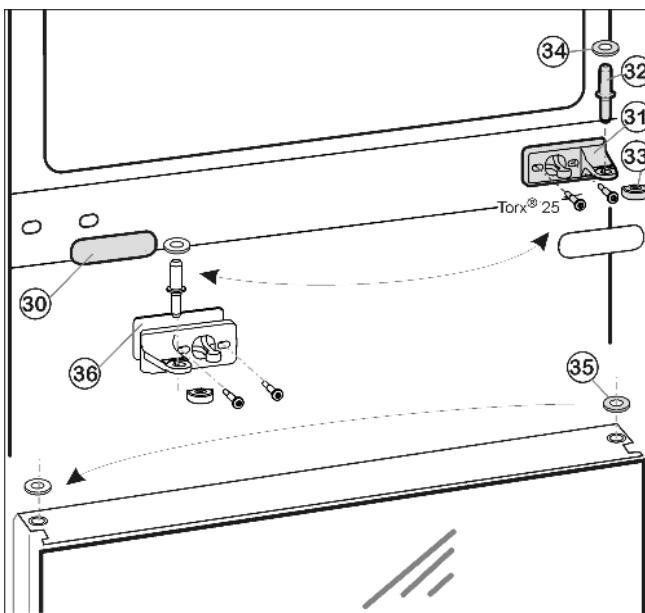
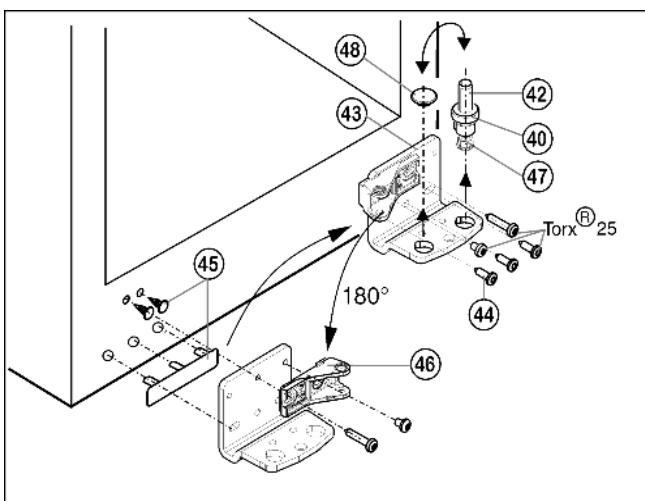

Fig. 11
Fig. 12
- ▶ Вытащите средний опорный палец Fig. 11 (32) с шайбой Fig. 11 (34) из опорного кронштейна и нижней дверцы.
- ▶ Снимите пластмассовый колпачок Fig. 11 (33).
- ▶ Открутите средний опорный кронштейн Fig. 11 (31) (2 шт. Torx® 25).
- ▶ Осторожно снимите накладку Fig. 11 (30).
- ▶ Прикрутите средний опорный кронштейн Fig. 11 (31) с подкладкой Fig. 11 (36) с поворотом на 180° на новую сторону шарнира **(с моментом 4 Нм)**.
- ▶ Защелкните накладку Fig. 11 (30), повернув на 180°, на стороне, где теперь будет ручка.
- ▶ Переустановите шайбу Fig. 11 (35) на двери.
- ▶ Извлеките опорный винт Fig. 12 (42) в комплекте с шайбой Fig. 12 (40) и регулируемой опорой Fig. 12 (47), вытягивая его вверх.
- ▶ Снимите пробку Fig. 12 (48).
- ▶ Открутите Fig. 12 (43) опорный кронштейн Fig. 12 (44).
- ▶ Осторожно снимите и переставьте на противоположную сторону крышку и заглушки со стороны ручки Fig. 12 (45).
- ▶ Снова прикрутите нижний опорный кронштейн Fig. 12 (43) на новой стороне шарнира **(с моментом 4 Нм)**. При необходимости используйте аккумуляторный шуруповерт.
- ▶ Открутите опорную деталь Fig. 12 (46) и снова прикрутите внутри с поворотом на 180°, завинтив длинные винты в удлиненные отверстия!
- ▶ Переставьте пробку Fig. 12 (48) в свободное отверстие.
- ▶ Вновь установите опорный винт Fig. 12 (42) с шайбой и регулируемой опорой. При этом фиксатор должен быть направлен назад.
- ▶ Установите дверцу сверху на нижний опорный палец Fig. 12 (42).
- ▶ Снова наденьте пластмассовый колпачок Fig. 11 (33) на средний опорный кронштейн Fig. 11 (31).
- ▶ Вставьте средний опорный палец Fig. 11 (32) на новую сторону шарнира через средний опорный кронштейн Fig. 11 (31) в нижнюю дверцу.
- ▶ Установите шайбу Fig. 11 (34) на средний опорный палец Fig. 11 (32).
- ▶ Установите верхнюю дверцу на средний опорный палец Fig. 11 (32).
- ▶ При необходимости выровняйте дверцы через продольные пазы в нижнем опорном кронштейне Fig. 12 (43) и среднем опорном кронштейне Fig. 11 (31) параллельно корпусу устройства. Для этого выкрутите средний винт на нижнем опорном кронштейне Fig. 12 (43).